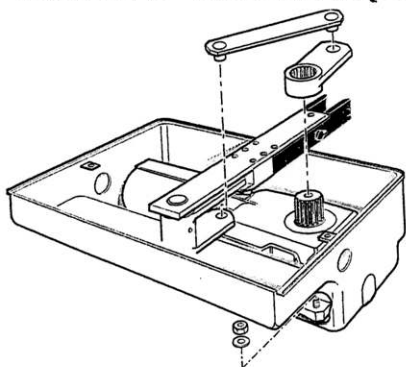

Fig. 13
- 2) Ustawić siłownik na śrubach mocujących i dokręcić po wypoziomowaniu (rys.13)
- 3) Zamknąć ręcznie skrzydło i wprowadzić dźwignie napędowe jak na rys.13.